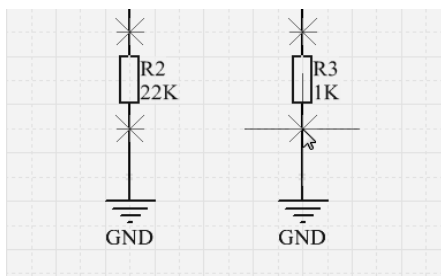

图 4-1-69 十字形指针自动移至距指针最近的 R3 上
② 单击，则十字形指针会自动移至距离指针最近的对象上，如图 4-1-69 所示。